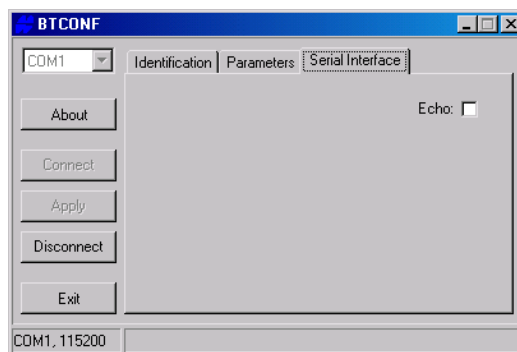

Figura 2-28. Pestaña Serial Interface de BTCONF
- Haga clic en la pestaña *Serial Interface* (Figura 2-28). Habilite *Echo* para visualizar en el ordenador las respuestas del módulo Bluetooth y las instrucciones correspondientes. En caso necesario, haga clic en **Apply**.